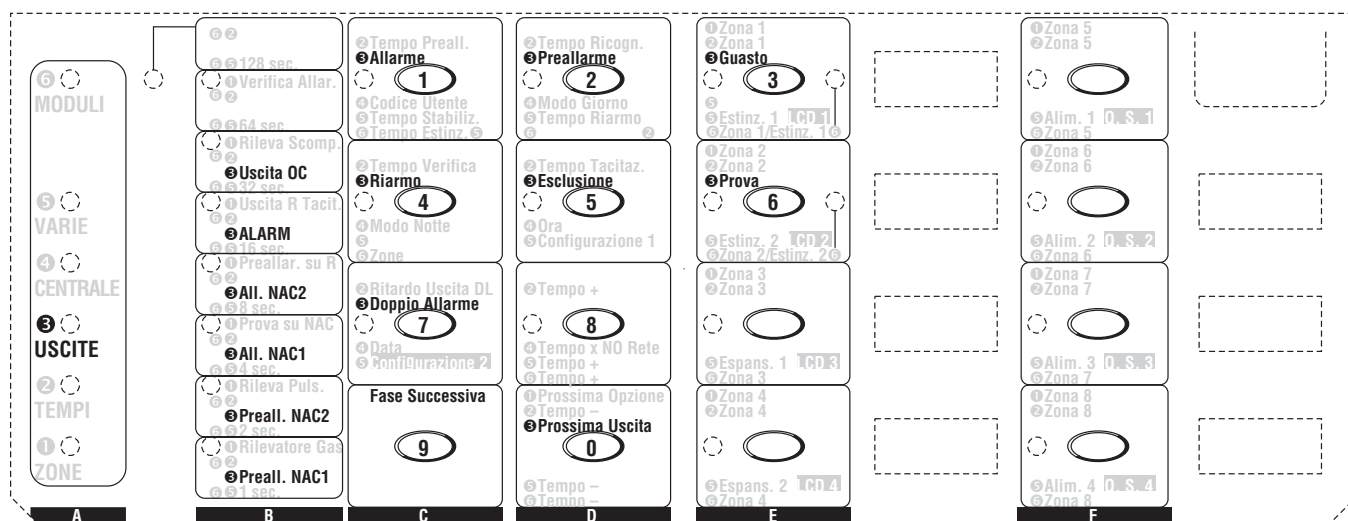

Figura 31 Programmazione uscite
La spia **USCITE** lampeggia per indicare che si stanno programmando le uscite: in questa fase il significato delle spie e dei pulsanti è quello indicato dalle scritte precedute dal numero ③, come mostrato in Figura 31.